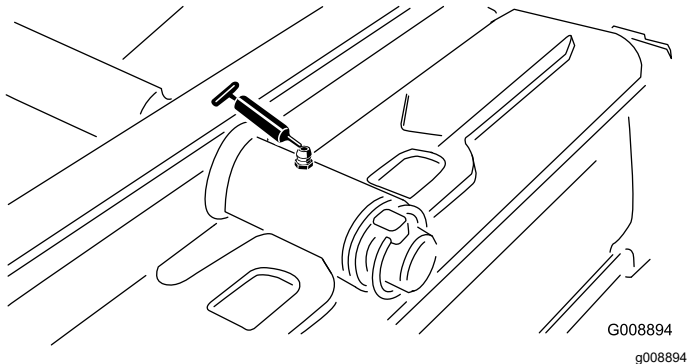

Figura 34
- Perno dell'apparato di taglio posteriore (Figura 34)